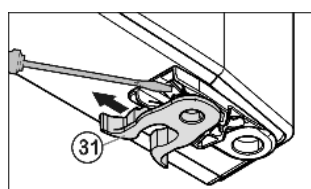

Fig. 6
- ▶ Mutați clema elastică Fig. 6 (31): Împingeți în jos ciocul de blocare și extrageți clema elastică peste acesta.